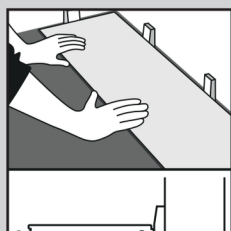

Figure. 1
1. En commençant par une lame/dalle complète le long du mur, calculez le nombre de largeurs qu'il faudra pour atteindre l'autre bout de la pièce. Si cela signifie qu'il y aura une rangée de lames/dalles étroites le long du mur opposé, découper la première rangée en conséquence. Poser ce produit le côté languette/bord découpé face au mur. Poser des cales de 5 mm entre la lame/dalle et le mur (Figure 1).